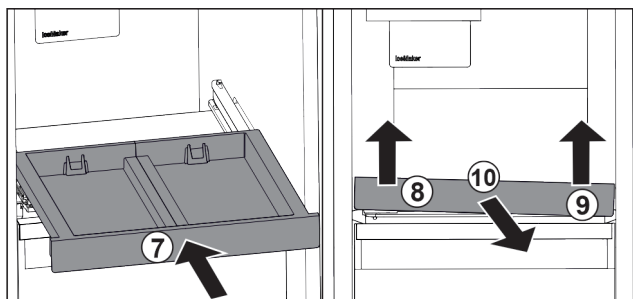

Fig. 101
- Zasuňte vysouvací přihrádku. Fig. 101 (7)
- Vysouvací přihrádku vpředu vlevo nadzvedněte. Fig. 101 (8)
- Vysouvací přihrádku vpředu vpravo nadzvedněte. Fig. 101 (9)
- Odeberte vysouvací přihrádku směrem dopředu. Fig. 101 (10)